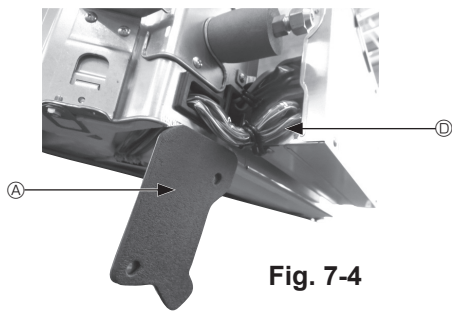

Fig. 7-4
- ① Fjern de to skruer, der holder ledningsafdækningen fast på hovedenheden, og åbn afdækningen.
- ② Før i-see-Sensorens og signalmodtagerens ledninger gennem ledningsindgangene i boksen med elektriske komponenter som vist i diagrammet og omkring gennemføringerne på siden af hovedenheden. (Fig. 7-4)